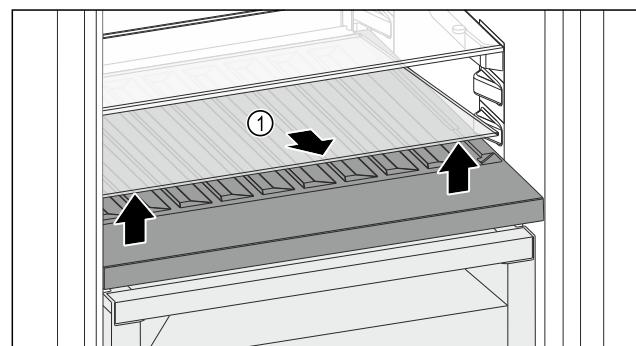

Fig. 98
- Ridicați în față și extrageți placă de sticlă Fig. 98 (1) din degajare.
- Păstrați placă de sticlă Fig. 98 (1) în siguranță în afara aparatului.